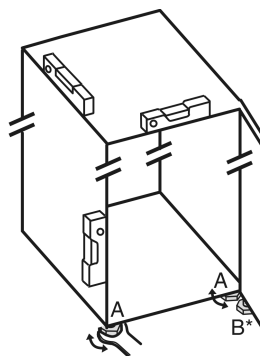

Fig. 4
- ▶ Seřizovací nožky Fig. 4 (A) vyšroubujte pomocí přiloženého vidlicového klíče a pomocí vodováhy, dokud nebude spotřebič pevně vyrovnaný.
- ▶ Seřizovací nožku Fig. 4 (B) na stojanu ložiska vytácejte pomocí přiloženého vidlicového klíče, až dosedne na zem.
- ▶ Seřizovací nožku Fig. 4 (B) otáčejte dál o 90°.